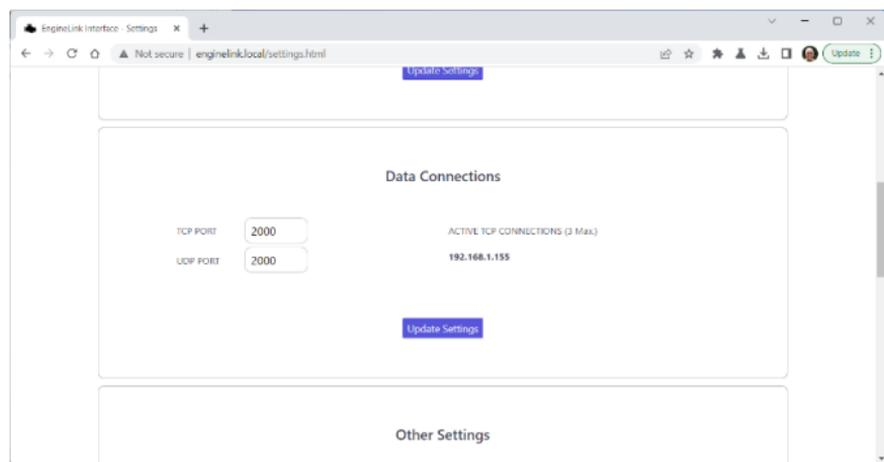

Imagen 13
- Port Settings (Configuración de Puerto) - el número de Puerto (por defecto = 2000) que EngineLink utiliza para conexiones UDP y TCP (Fig 13)
Normalmente no hay razón para cambiar las configuraciones de Port del valor 2000, a menos que este puerto esté siendo utilizado por otro dispositivo, en cuyo caso puede cambiar el valor como se muestra en la Imagen 13.